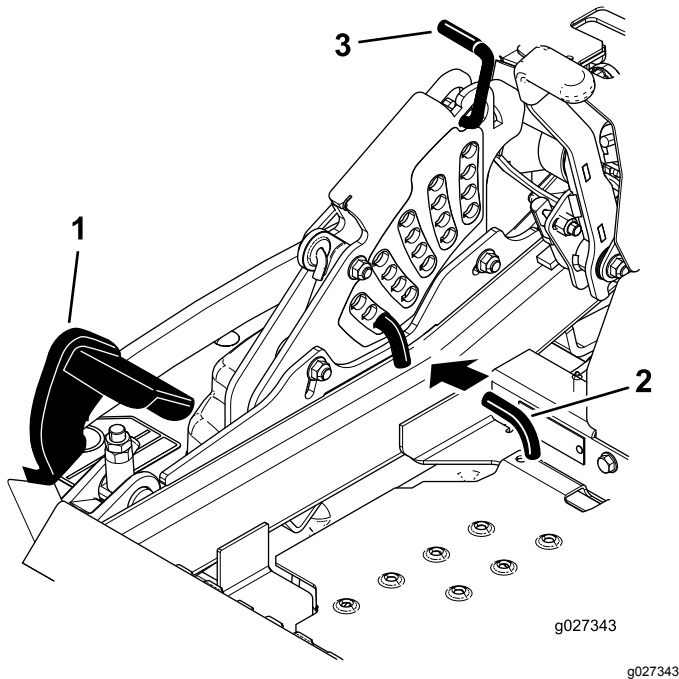

Figure 107
- Enfoncez la pédale de levage du tablier de coupe au maximum pour verrouiller le tablier à la position transport de 14 cm (5,5 po) (Figure 107).